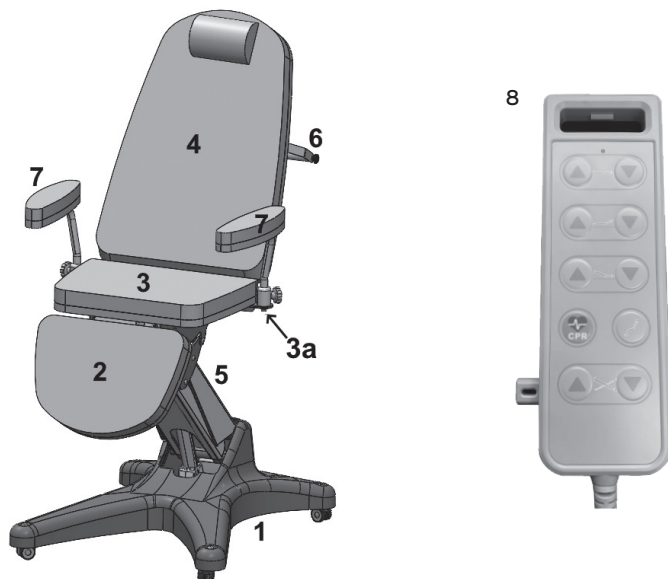

Fig.1
- Procedere all'installazione del portarotolo (rif.6 in fig. 1, 2, 3) sul retro dello schienale, nei 4 fori previsti (2 per lato) tramite le viti in dotazione (Nota: per alcuni modelli di poltrone il portarotolo è già pre-installato).
- Per modelli PM100 e PM120: installare i braccioli imbottiti (rif.7 in fig. 1 e 2) con il relativo volantino sulla apposita boccola di supporto (rif.3a in fig.1 e 2)